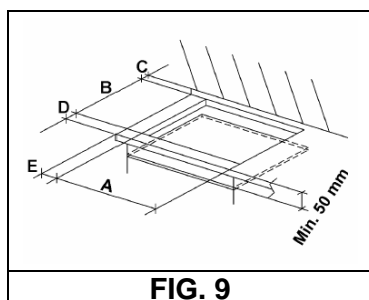

FIG. 9
On doit pratiquer, sur le plan du meuble à éléments, une ouverture pour l'encastrement ayant les dimensions exprimées en millimètres indiquées dans la fig. 9, en veillant à respecter les distances critiques entre la table, les parois latérales, postérieure et supérieure (voir fig. 7 et 8).
- Renverser la table de cuisson et positionner correctement la garniture "E" (fig. 9) sous le bord de la table, de manière à ce que le côté externe de garniture coïncide parfaitement avec le bord périmétral externe de la table. Les extrémités des bandes doivent coïncider sans se chevaucher.